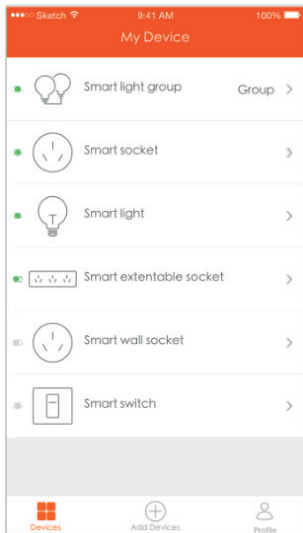

Bild 5
7. Nachdem das Gerät erfolgreich verbunden wurde, tippen Sie unten auf "Geräte". Der Gerätenamen wird in der Liste in Abbildung 5 angezeigt. Tippen Sie darauf, um das Bedienfeld der intelligenten Steckdose aufzurufen. Anmerkungen: